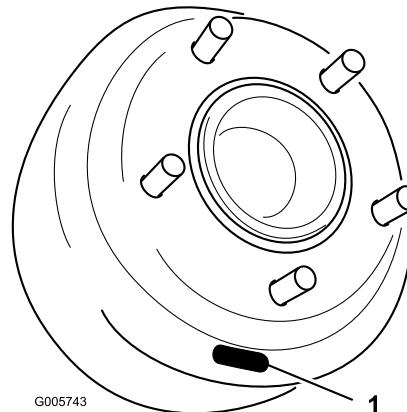
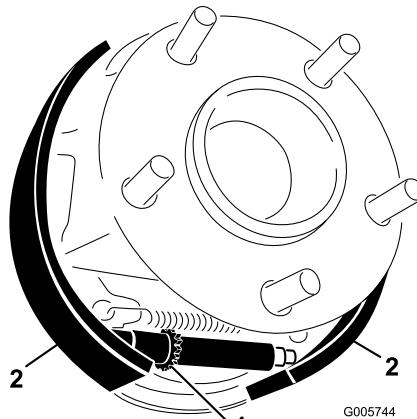

Figura 63
Figura 64
5. Retire as porcas da roda e desloque o conjunto da roda e do pneu para fora do pino rosado. Rode o tambor do travão até a ranhura de ajuste se encontrar no fundo e centrada, através da porca que permite ajustar os calços do travão (Figura 63).
6. Utilize uma ferramenta de ajuste de travões ou uma chave de parafusos para rodar a porca em estrela (Figura 63) até o tambor do travão (Figura 64) ficar bloqueado devido à pressão exterior dos calços do travão (Figura 64).